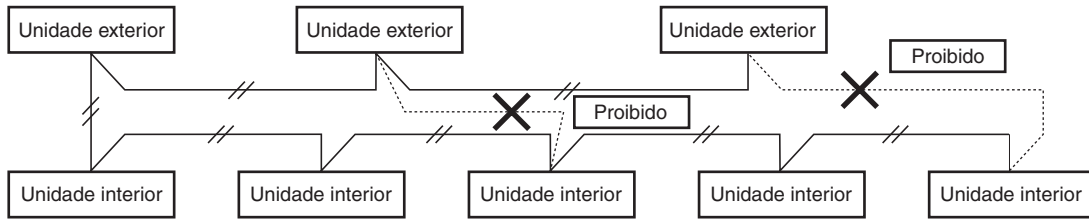

Fig. 4-3
- (1) Quando ligar as unidades exteriores numa rede, desligue o terminal estendido da ficha de curto-circuito de todas as unidades exteriores, com excepção de uma das unidades exteriores. (Ao sair da fábrica: em curto-circuito.) Para um sistema sem ligação (link) (sem fios de ligação entre unidades exteriores), não retire a ficha de curto-circuito.
- (2) Não instale a cablagem de controlo entre unidades de maneira que forme um laço. (Fig. 4-3)